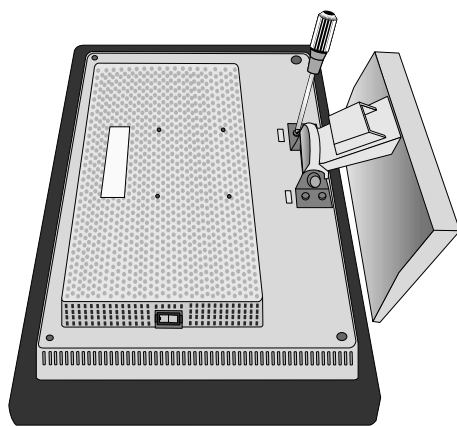

Figura R.2
4. Retire los 4 tornillos que unen el monitor al soporte y levante el equipo del soporte (**figura R.2**); el monitor ya se puede montar de otra forma.